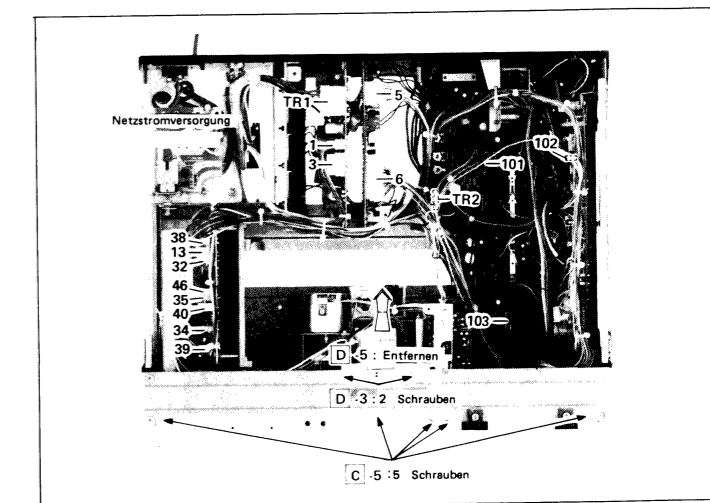

Abbildung 6-2
5. Die fünf Schrauben, die die Frontplatte und die Mechanismusblockabdeckung am unteren Teil befestigt halten, entfernen. (Siehe Abb. 6-2)
6. Die vier Steckverbindungen (CNS38, 39, 40, 103) durch Herausziehen abtrennen. (Siehe Abb. 6-2)
7. Die Frontplatte nun vorsichtig vom Chassis abziehen. (Siehe Abb. 6-2)
3. Die zwei Schrauben, die den Mechanismusblock am oberen Teil befestigt halten, entfernen. (Siehe Abb. 6-2)
4. Die fünf Steckverbindungen (CNS6, 34, 101, 102) durch Herausziehen abtrennen. (Siehe Abb. 6-2)
5. Den Mechanismusblock nun nach hinten schieben und durch Anheben entfernen. (Siehe Abb. 6-2)